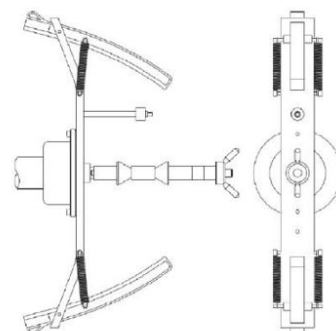

Fig6
10. Ved slutningen af starten vil maskinen vise teksten CAL h12. Anbring kalibreringsvægten på den udvendige side som vist i Fig6. Kalibreringsvægten skal placeres i det hul, der er mærket med teksten "CAL";
11. Bring flangen til motorcykler i perfekt lodret position med kalibreringsvægten øverst, som vist i Fig6, og udfør en start. Hvis positionen afviger væsentligt fra lodret, vil maskinen afvise at udføre starten og udsende en akustisk fejlmeddelelse (triple bip).